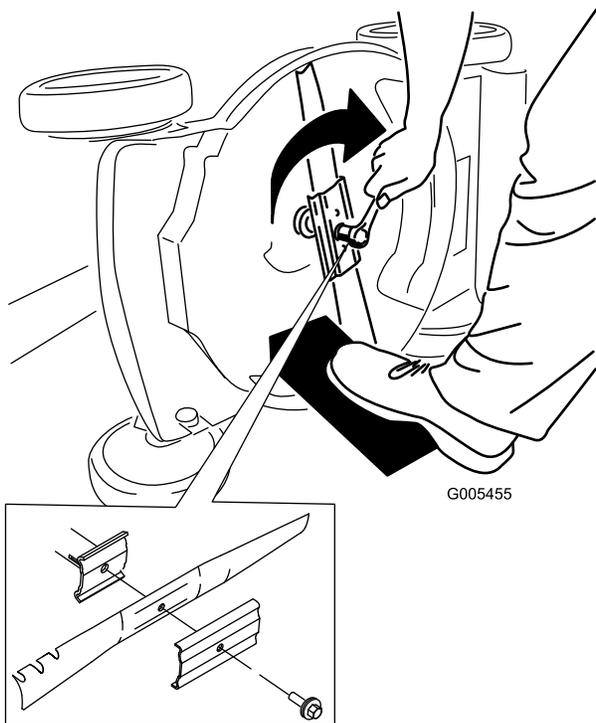

Bild 44
4. Nehmen Sie das Messer ab und bewahren Sie alle Befestigungsschrauben auf (Bild 44).
5. Setzen Sie das neue Messer und alle Schrauben auf (Bild 44).